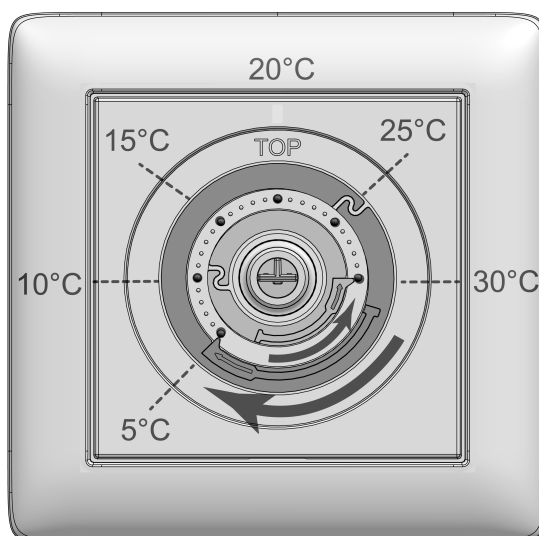

Figura 4: Anelli di regolazione per la limitazione della temperatura
Nella posizione centrale, il dispositivo regola a ca. 20 °C la temperatura nominale. La temperatura nominale minima è pari a 5 °C e la temperatura nominale massima a 30 °C (Figura 4).
- Estrarre il pulsante di comando (4) dalla piastra centrale (3) in modo che gli anelli di impostazione (6) siano visibili (Figura 4). I valori di temperatura raffigurati nell'immagine servono per l'orientamento.